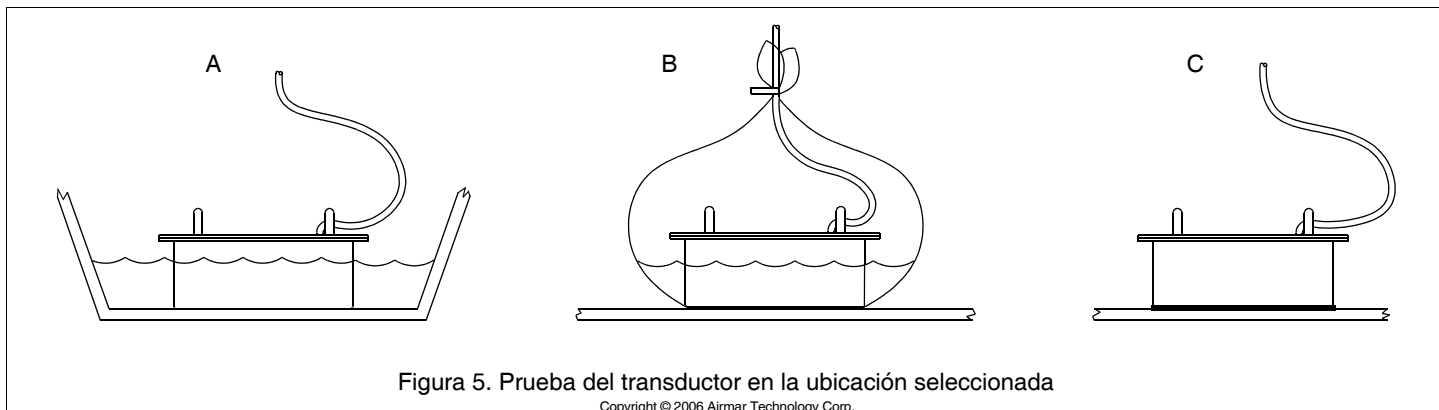

Figura 5. Prueba del transductor en la ubicación seleccionada
- A. Si el transductor se va a situar cerca de la popa y el barco tiene un ángulo de pantoque mínimo**—Elimine la suciedad y la grasa con detergente o un disolvente suave, como por ejemplo alcohol. Coloque el transductor contra el casco y deje el que agua de la sentina cubra la superficie de contacto entre ambos (figura 5-A).
- B. Ángulo de pantoque moderado**—Si la superficie del casco no es suave, líjela con una lijadora de disco. Coloque el transductor dentro de una bolsa de plástico fino. Llene parcialmente la bolsa con agua y ciérrela bien con una abrazadera de cable. Moje la superficie del casco y presione contra este la cara activa del transductor a través de la bolsa (figura 5-B)
C. Cualquier ubicación—Si la superficie del casco no es suave, líjela con una lijadora de disco. Recubra la cara activa del transductor con un lubricante al agua (por ejemplo vaselina K-Y®). Con un movimiento giratorio, presione firmemente la cara activa contra el casco (figura 5-C). Después de la prueba, elimine todo resto de lubricante de la cara activa del transductor.